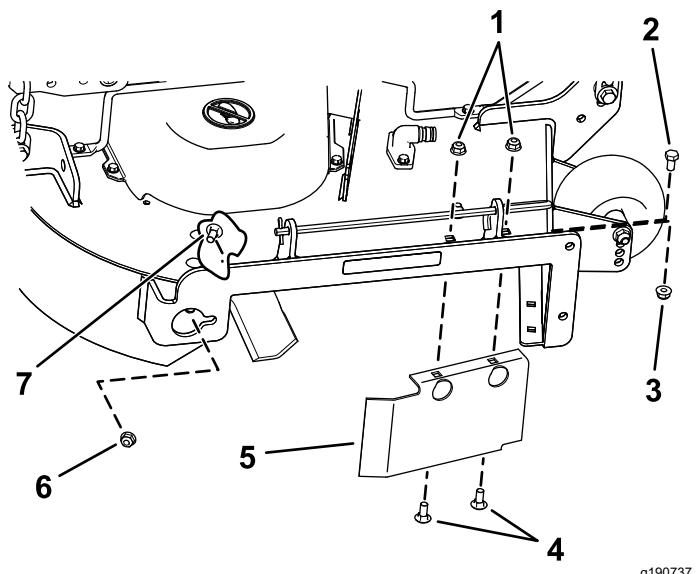

Figure 18
8. Sur la paroi arrière du plateau de coupe, retirez le boulon de carrosserie (5/16" x 3/4") et le contre-écrou (5/16") qui fixent le déflecteur au plateau (Figure 18).
9. Localisez la protection du déflecteur sur le bord avant de l'ouverture d'éjection latérale (Figure 18).
10. Retirez les fixations qui maintiennent la protection du déflecteur et le déflecteur droit sur le plateau de coupe (Figure 18).